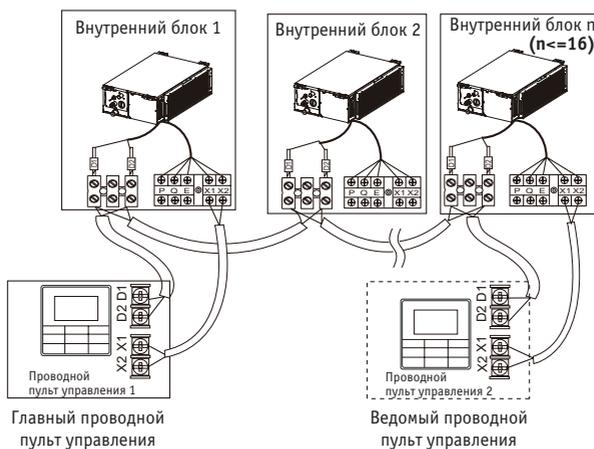

Рис. 9.8
- Используйте один проводной пульт управления для управления несколькими внутренними блоками или два проводных пульта управления (один главный и один ведомый пульт) для управления несколькими внутренними блоками (см. рисунок 9.8).